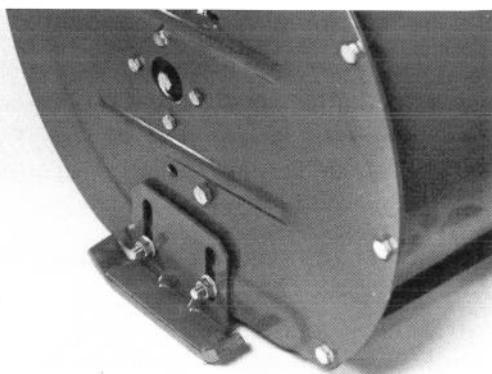

Fig. 36
7. Skru aftapningsskruen tilbage på plads (Fig. 36).
1. Anbring sneslyngen på en plan overflade. Løsn de fire møtrikker (Fig. 36) der holder begge meder fastspændt til indsamlingsskruens sideplader, indtil de kan bevæges op og ned.
4. Når sneslyngen skal bruges på en sten- eller grusoverflade, juster da mederne således: løsn de fire møtrikker som beskrevet i punkt 1 (Fig. 36). Skyd mederne så langt ned som muligt således at indsamlingsskruen er så langt væk fra overfladen som mederne tillader. Spænd derpå de fire møtrikker igen.